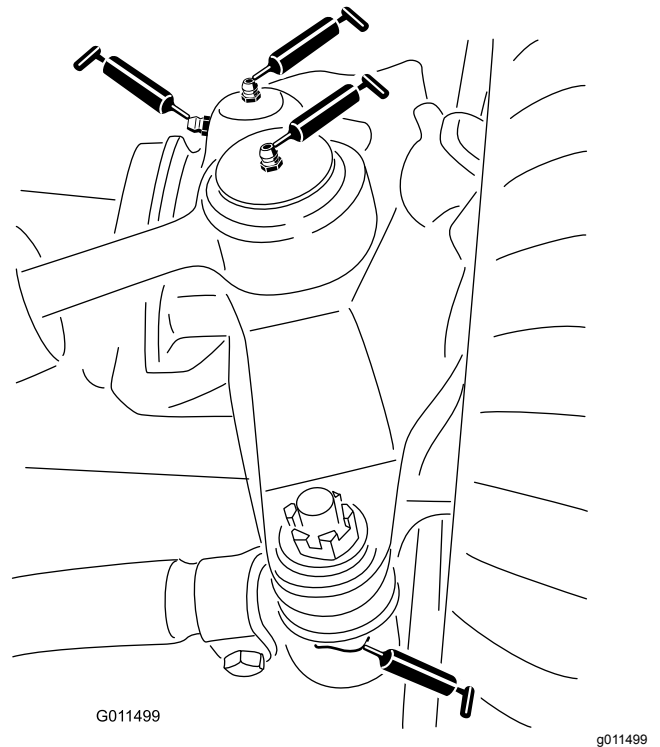

Figura 61
- Articulaciones esféricas del cilindro de dirección (2) (Figura 61)
- Articulaciones esféricas de las bielas (2) (Figura 61)
- Casquillos del pivote de dirección (2) (Figura 61). **El punto de engrase superior del pivote de dirección debe lubricarse solamente cada año (2 aplicaciones).**